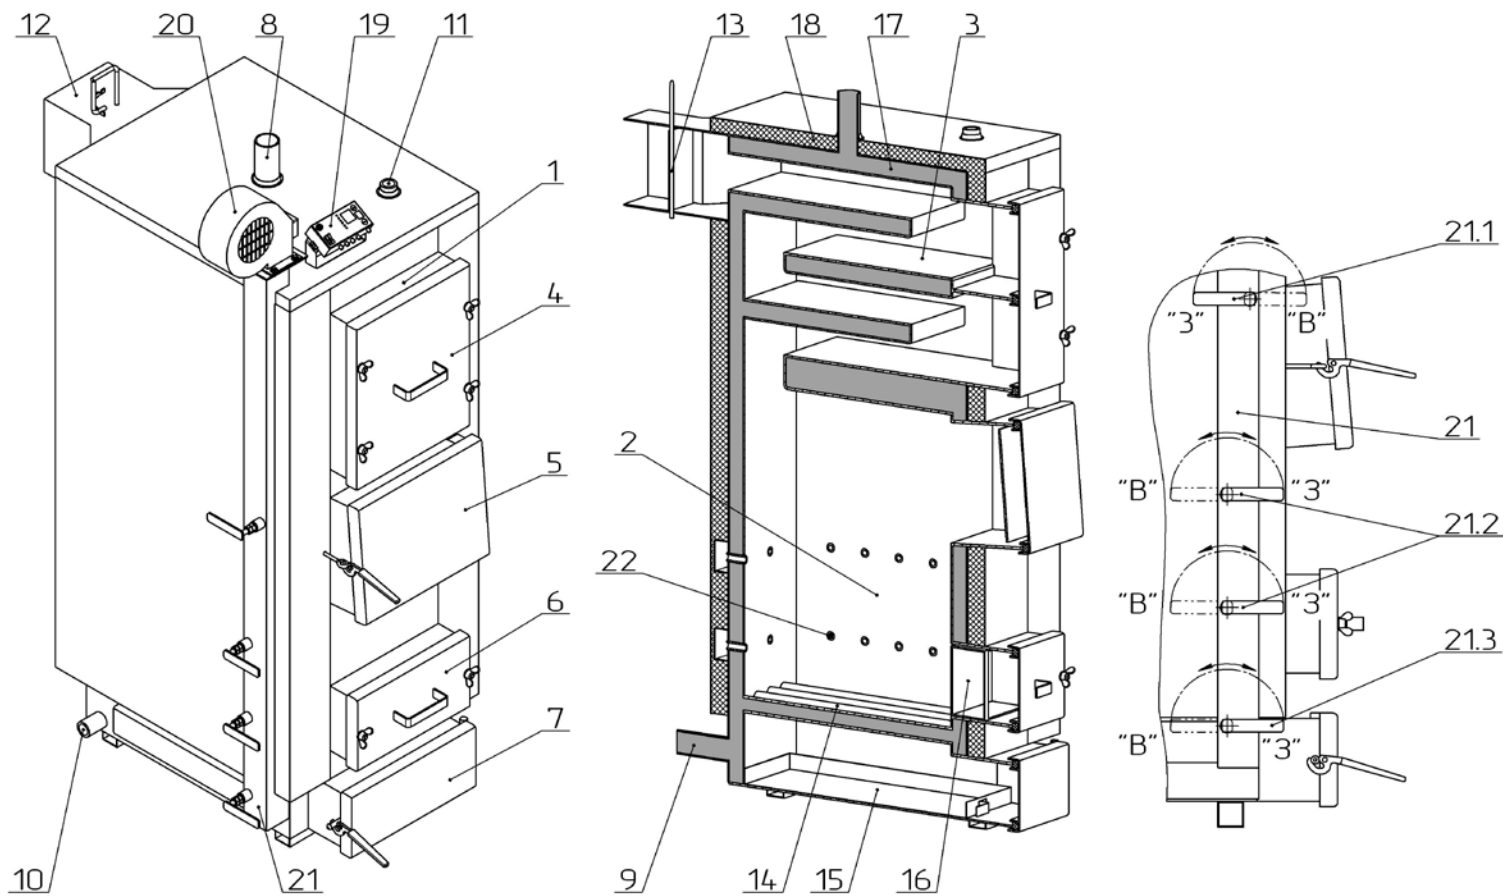

Рисунок 2 – Зовнішній вигляд та основні елементи котла
Конструктивно котел являє собою збірно-зварену конструкцію, що складається з корпусу (поз. 1, рис. 2) з камерою згоряння (топкою) (поз. 2, рис. 2). Над топкою розташована конвекційна частина котла (поз. 3, рис. 2), що являє собою високоефективний чотирьохходовий теплообмінник.
Корпус котла виконаний в формі паралелепіпеду з подвійними стінками, які розділені водними перегородками (поз. 17, рис. 2). На зовнішній поверхні корпусу під декоративною обшивкою закріплена теплова ізоляція. (поз. 18, рис. 2).
Паливо для процесу спалення завантажується на колосникові ґрати (поз. 14, рис. 2) крізь завантажувальні дверцята (поз. 5, рис. 2). Колосникові ґрати виконані з товстостінних безшовних труб по яких постійно циркулює вода з водяної оболонки котла, що унеможливує їх прогорання. Згоряння палива в топці відбувається за участю повітря, яке постачається по каналу подачі повітря (поз. 21, рис. 2) припливним вентилятором (поз. 20, рис. 2). Кількість повітря, необхідного для процесу згоряння, регулюється автоматично блоком автоматики управління (поз. 19, рис. 2).
Підведення і відведення теплоносія здійснюється відповідно через патрубки зворотної мережної води (поз. 9, рис. 2) і прямої мережної води (поз. 8, рис. 2).
Топочні гази виходять у димохід крізь боров (поз. 12, рис. 2), розташований у задній частині котла. Боров обладнано вбудованим дросельним клапаном продуктів згоряння – шибером (поз. 13, рис. 2). У випадку надто високої тяги у димоході шибер дає можливість її знизити шляхом часткового перекривання вихідного отвору борова.
Зола, яка утворюється в процесі згоряння палива, зсипається в нижню частину корпусу котла в якій розташована висувна полиця для золи – зольник (поз. 15, рис. 2).
У верхній частині корпусу котла розташований штуцер для встановлення групи безпеки котла (поз. 11, рис. 2).
На бічній стінці корпусу у нижній її частині розміщено штуцер для зливу води з котла (поз. 10, рис. 2).
- дверцята для періодичного обслуговування (чищення) конвекційної частини котла (поз. 4, рис. 2);
- ревізійний дверцята (поз. 6, рис. 2) для періодичного чищення колосникових ґрат;
- дверцята зольника (поз. 7, рис. 2) для можливості спорожнення висувної полиці – зольника.